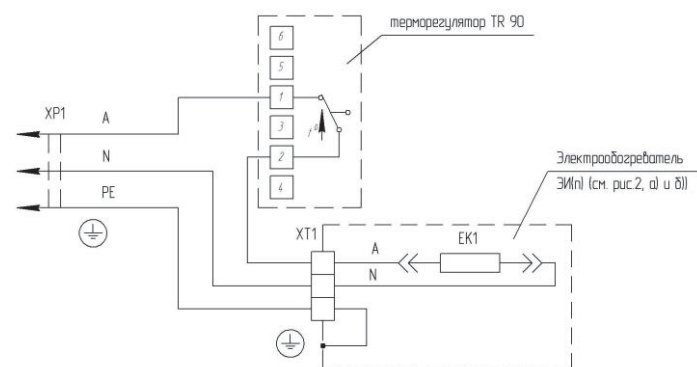

Рисунок 3 - Эл. схема подключения электрообогревателя с терморегулятором
- 6.3 Закрепить на потолке монтажные кронштейны с обеспечением установки электрообогревателей согласно рис. 3, затем обогреватель установить на монтажные кронштейны с помощью крепежа из комплекта монтажных частей и кронштейнов, установленных в самом обогревателе.
- произвести электромонтаж согласно эл. схемы подключения электрообогревателя совместно с терморегулятором к эл. сети, приведенной на рис. 3;